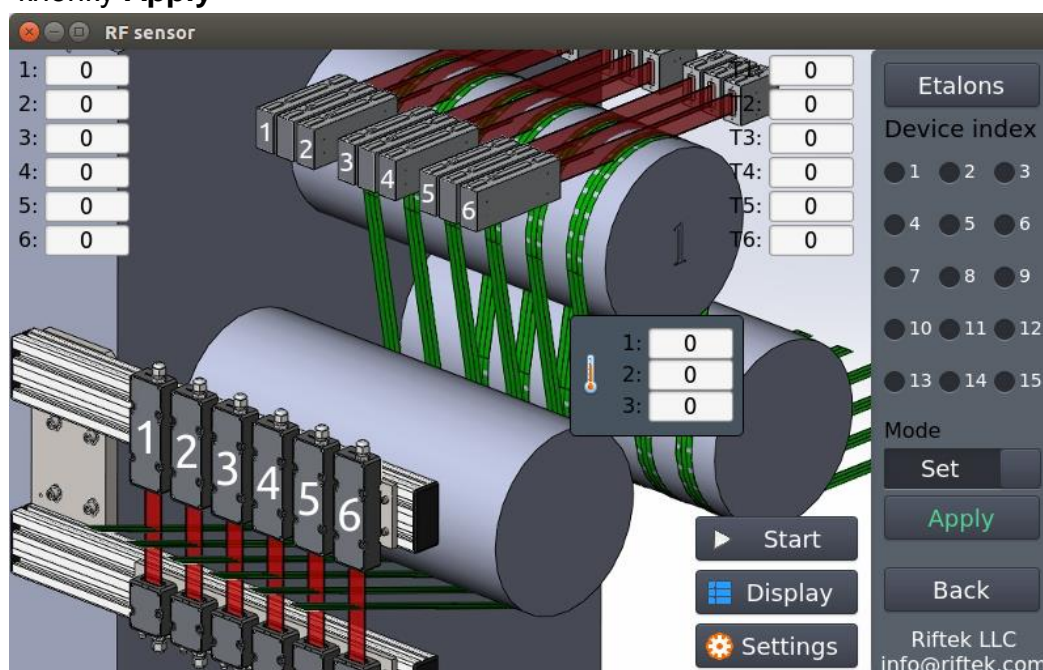

Рисунок 11
- открыть меню калибровки: **Settings > Set etalon/Sw. State** (рисунок 11)